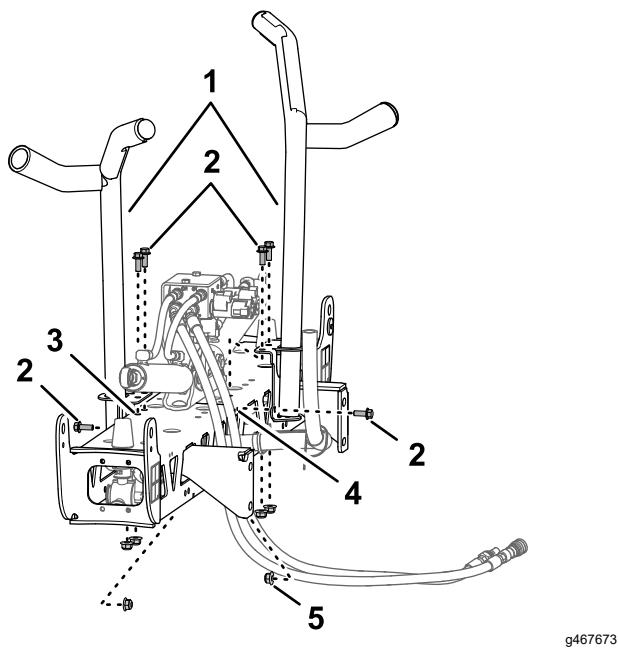
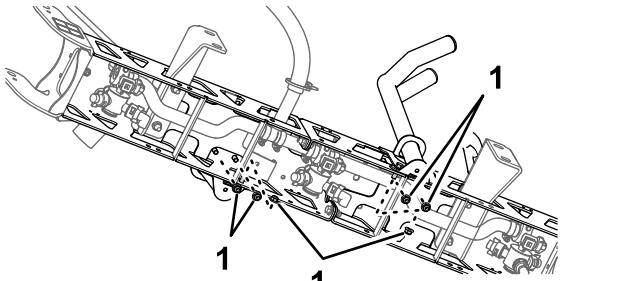

Figura 35
Figura 36
2. Alinhe as cavidades de transporte da rampa com a secção da rampa central (Figura 35).
3. Monte as cavidades na secção da rampa (Figura 35 e Figura 36) com seis parafusos (3/8 pol. x 1 pol.) e seis porcas de bloqueio flangeadas (3/8 pol.).